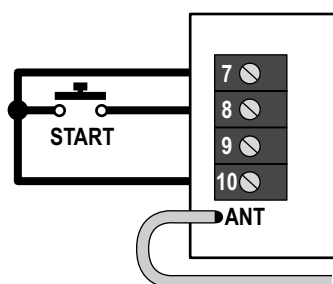

Fig.2
2. Conecte un botón pulsador N.A. como se muestra en la fig. 2.